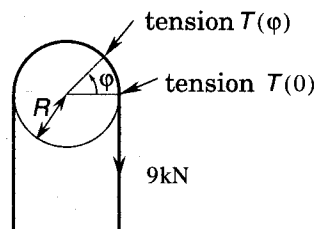

Figure 4
Nous avons fait l'hypothèse que la corde couissait sans frottement dans les anneaux. Ce n'est en fait pas le cas. La corde glisse avec frottement et à vitesse constante sur l'anneau supposé à section cylindrique (figure 4). Nous poserons f_d coefficient de frottement dynamique de la corde sur l'anneau.
a) En appliquant le principe fondamental de la dynamique à l'élément de longueur de corde $Rd\phi$, trouvez une équation différentielle que vérifie la tension $T(\phi)$ en un point de la corde. En déduire une relation entre $T(0)$ et $T(\phi)$ (figure 4).